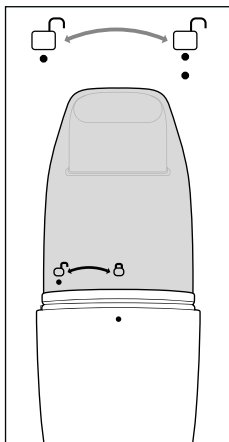

Fig. 6
1. Vær opmærksom på markeringerne ● under □-symbolet på støvbeholderen ❸ og ved produktets kant, når du åbner støvbeholderen ❸. Hold fast i produktets håndtag ❹, og drej støvbeholderen ❸, indtil de to markeringer befinder sig over hinanden (se fig. 6).
6. Sæt støvbeholderen **3** på produktet igen. Sørg for, at de to markeringer ● under □-symbolet på støvbeholderen **3** og på kanten af produktet befinder sig oven over hinanden (se fig. 6). Drej støvbeholderen **3**, indtil markeringen ● på produktets kant befinder sig under □-symbolet på støvbeholderen **3** og støvbeholderen **3** klikker hørbart fast i produktet.
7. Sæt støvbeholderen **3** på produktet igen. Sørg for, at de to markeringer ● under -symbolet på støvbeholderen **3** og på kanten af produktet befinder sig oven over hinanden (se fig. 6). Drej støvbeholderen **3**, indtil markeringen ● på produktets kant befinder sig under -symbolet på støvbeholderen **3** og støvbeholderen **3** klikker hørbart fast i produktet.